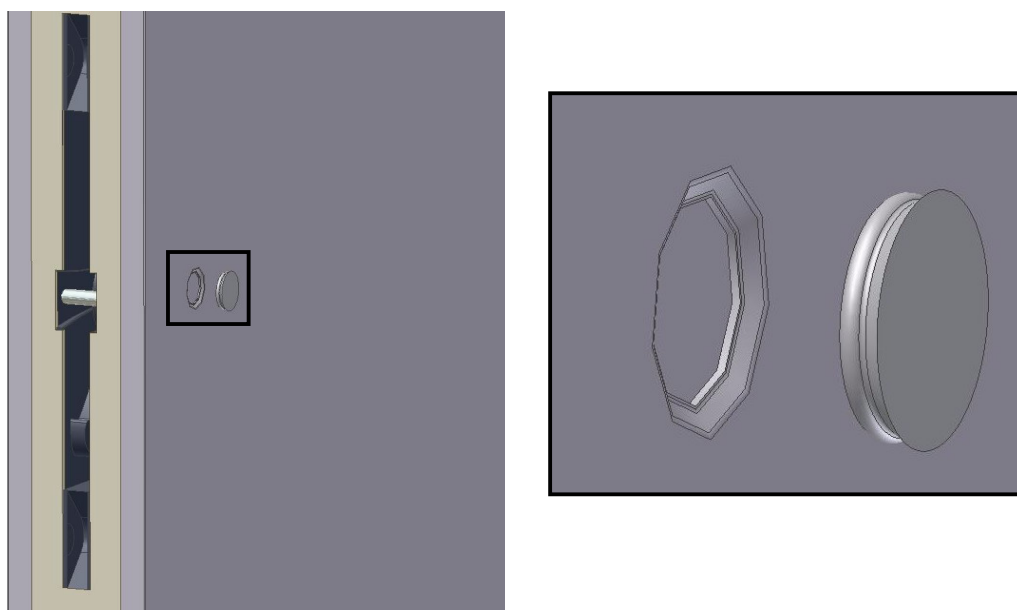

Fig. 7
- Dopo fissare tutti i ganci, collocare i cappucci nei fori (Fig. 7)